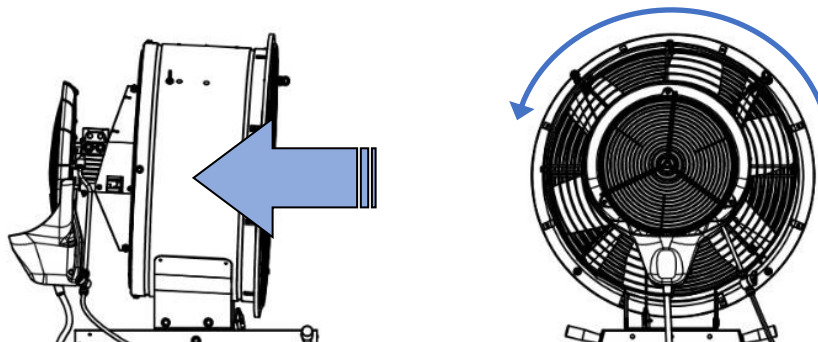

Abb. 3.2.3
- Überprüfen Sie die korrekte Richtung des Luftstroms und die Rotation der Scheibe. (Abb. 3.2.3)